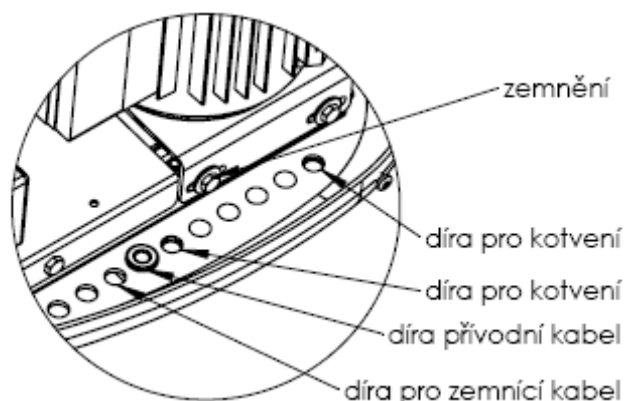

Fig. 3
- la fixation est effectuée à l'aide des vis d'ancrage M8-160 (fig.3) et d'une préparation chimique (mortier résineux à deux composants pour la fixation des parties mécaniques à la couche sous-jacente minérale). La profondeur d'enfoncement des vis est de 138 mm. Pour le blocage, utiliser des cales d'une largeur de 8,2 et un écrou autobloquant M8. Ni les vis ni les autres matériaux ne font partie de la livraison.
- la fixation est réalisée à l'aide des vis d'ancrage M8-160 (fig.3) et préparation chimique. La profondeur d'enfoncement des vis est de 138 mm. Pour bien les assurer, il faut utiliser des cales d'une largeur de 8,2 et un écrou autobloquant M8. Ni les vis ni les autres matériaux ne font partie de la livraison.
- le câble d'arrivée de 3 x 1,5 mm² est passé par l'orifice de passage de câble du capot inférieur, voir fig. 3. Il doit être ensuite assuré contre l'arrachement à l'aide du verrou préparé dans le boîtier. Le câble doit être amené vers la pompe de nage à contre-courant dans une gaine de protection du câble.